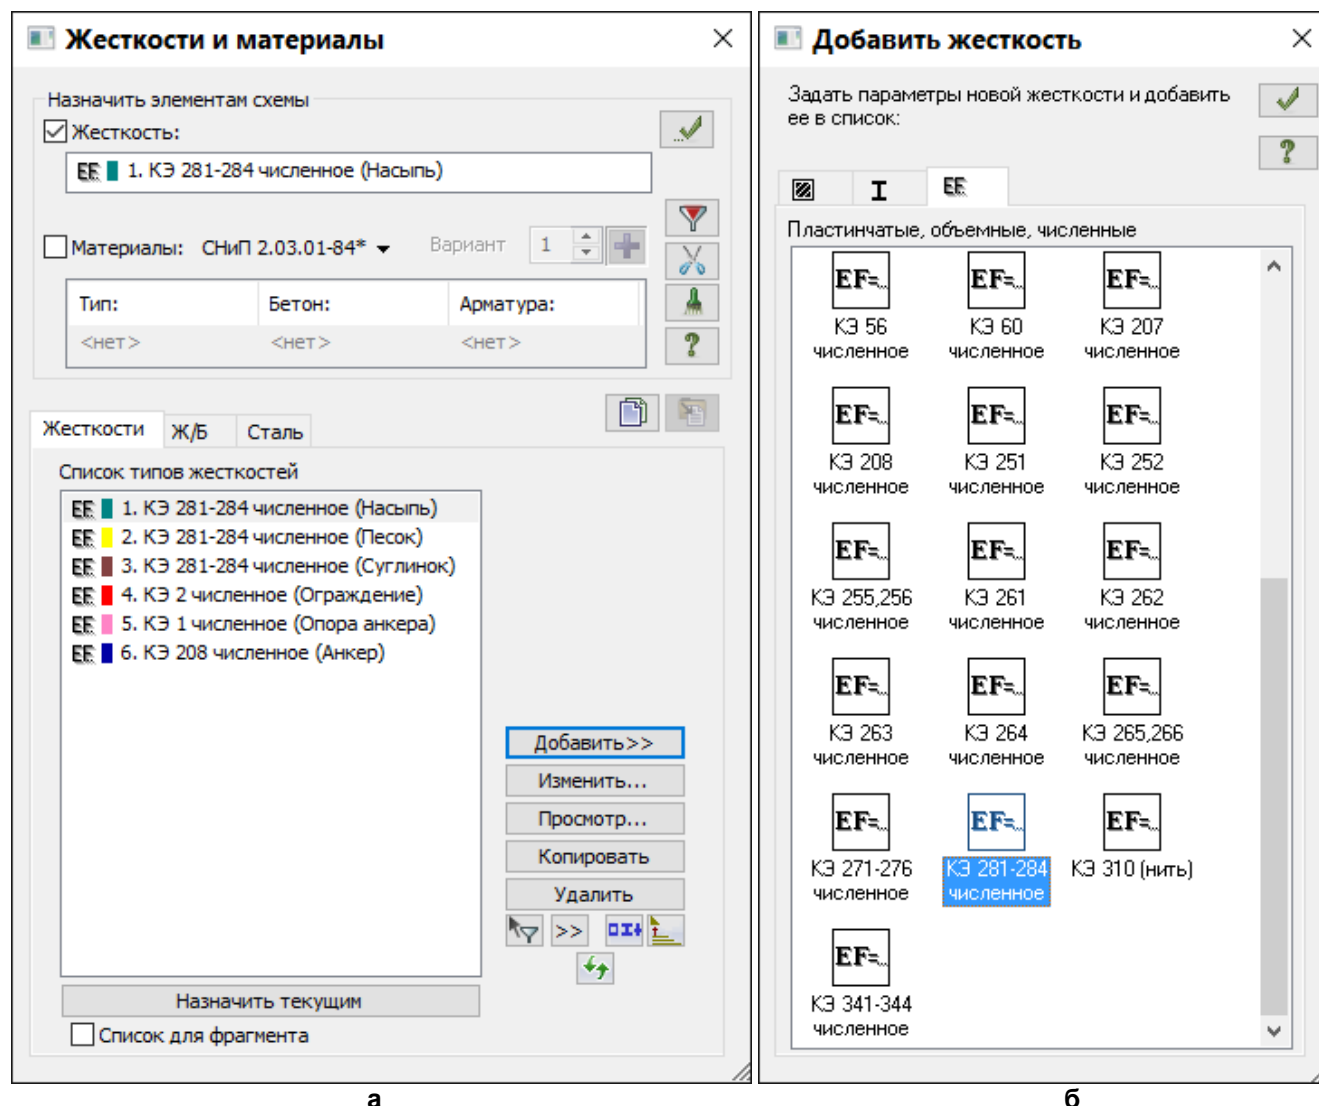

Рис.10.8. Диалоговые окна: а – Жесткости и материалы, б – Добавить жесткость
- Щелчком по кнопке  – **Жесткости и материалы элементов** (панель **Жесткости и связи** на вкладке **Создание и редактирование**) вызовите диалоговое окно **Жесткости и материалы** (рис.10.8,а).
- В этом окне щелкните по кнопке **Добавить** и в появившемся окне **Добавить жесткость** (библиотеке жесткостных характеристик) щелкните по третьей закладке численного описания жесткости (рис.10.8,б).